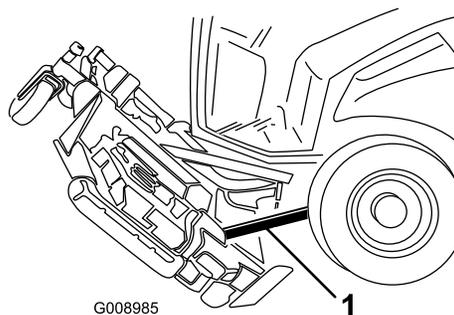

Figure 132
6. Placez une cale en bois entre l'arrière du plateau et la machine (Figure 132).